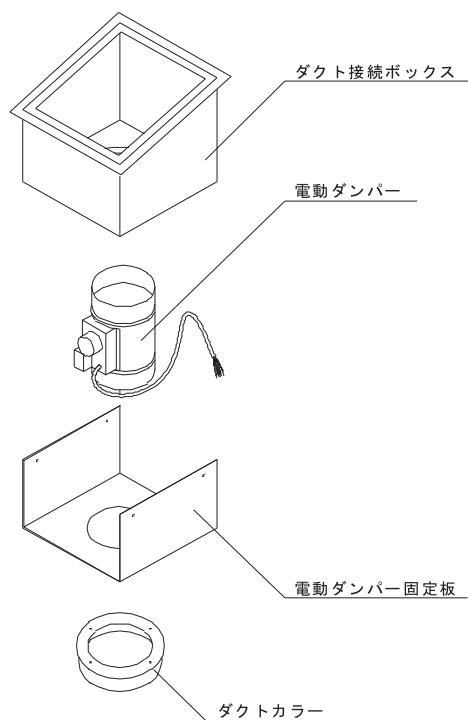

図1
1. ダクト接続ボックスに接続されているダクト、電動ダンパー固定板、電動ダンパーを取り外し、ダクト接続ボックスの内部にアクセスを確保します。(図1)